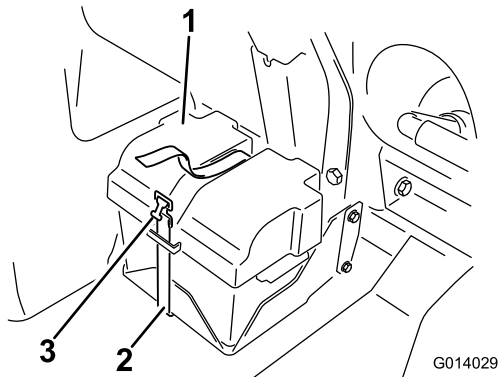

图16
3. 卸下电池（图16）上的盖子，断开负极电池线。
- 10. 用箍带将盖子紧固到电池盒（图16）。